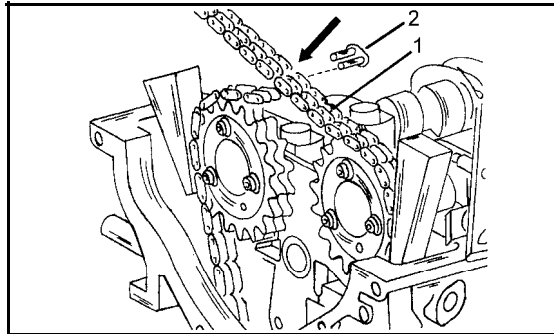

Bild 54
● Die beiden Keile (1) sowie die Arretierstifte (2) in Bild 54 aus der Rückseite der Nockenwellenräder herausziehen.